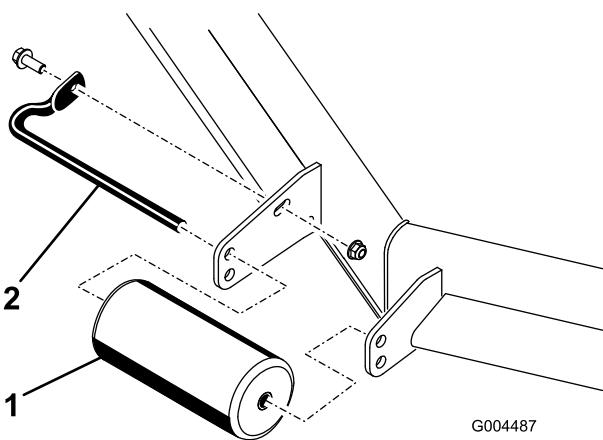

Figura 10
4. Retire las fijaciones que sujetan cada rodillo al cortacésped y mueva los rodillos hacia arriba o hacia abajo según sea necesario (Figura 10).